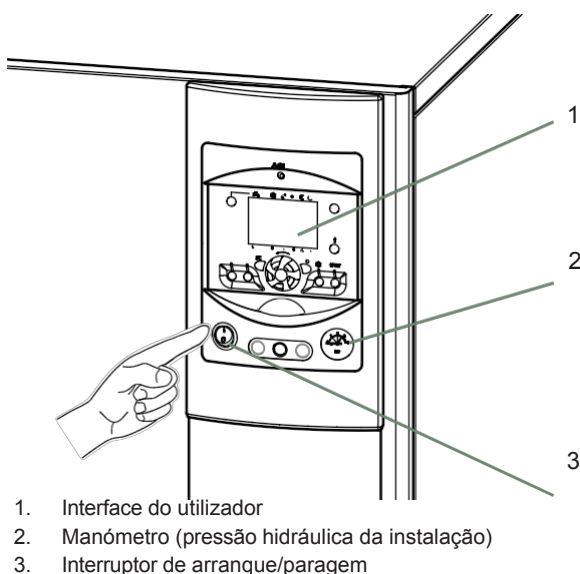

fig. 3 - Arranque
- Assegurar-se de que a instalação está completamente cheia de água e que foi corretamente purgada e que existe uma pressão suficiente de 1,5 a 2 bar no manómetro (ref. 2, fig. 3).